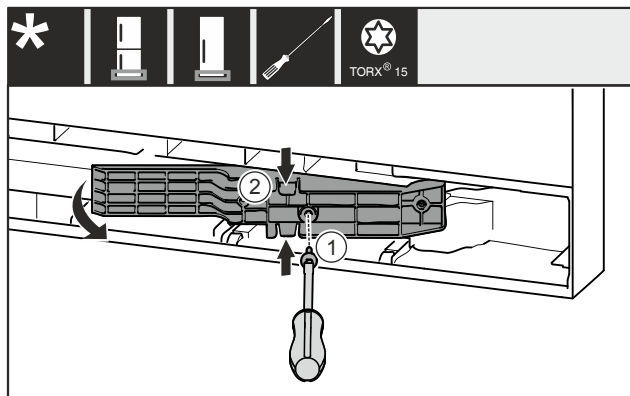

Fig. 19 *
- Fjern skruen Fig. 19 (1)*
- Pres adapterstykket Fig. 19 (2) let sammen foroven og forneden, og træk det ud.*